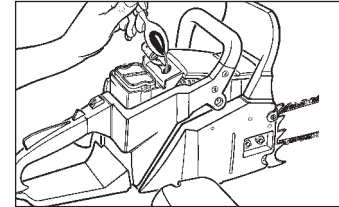

рис. 19
- Залейте в камеру сгорания одну чайную ложку чистого масла для двухтактного двигателя. Несколько раз медленно потяните за шнур стартера, чтобы покрыть маслом внутренние детали. Установите свечу зажигания (рис. 19).